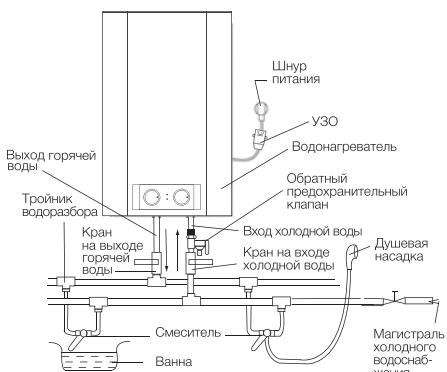

Рис. 7
- Если необходимо реализовать много-канальную систему водоснабжения, используйте способ соединения (см. рис. 7 и 8).